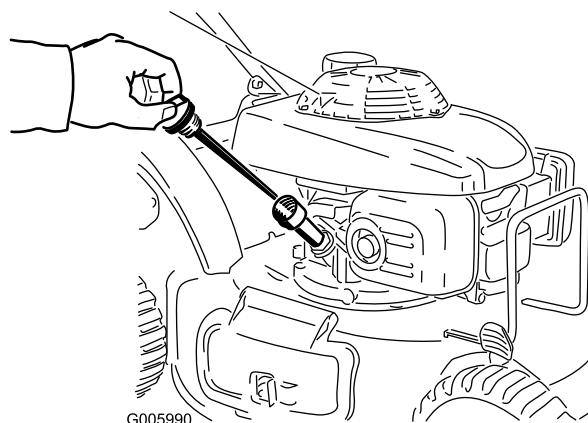

Bild 40
2. Ziehen Sie den Peilstab heraus (Bild 40).
4. Gießen Sie **langsam** Öl in das Einfüllrohr, prüfen Sie den Stand regelmäßig mit dem Peilstab, bis der Peilstab anzeigt, dass der Motor voll ist, wie in Bild 40 dargestellt. **Füllen Sie nicht zu viel ein.** (Max. Füllstand: 0.55 l des Typs: Waschaktives SAE 30-Öl mit der Klassifizierung ,SH, SJ, SL oder höher durch das American Petroleum Institute (API).)